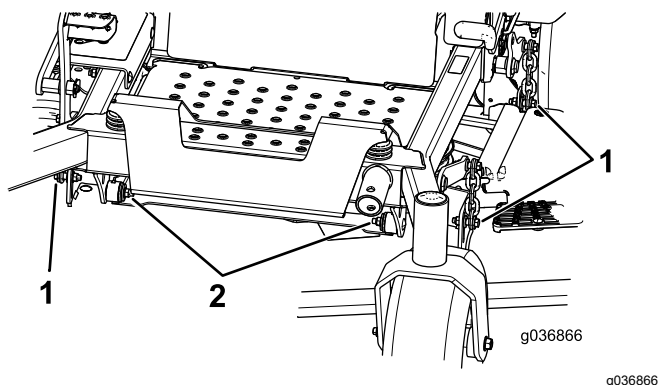

Figura 100
7. Retire y guarde los pernos y las tuercas de ambos lados de la máquina (Figura 100).